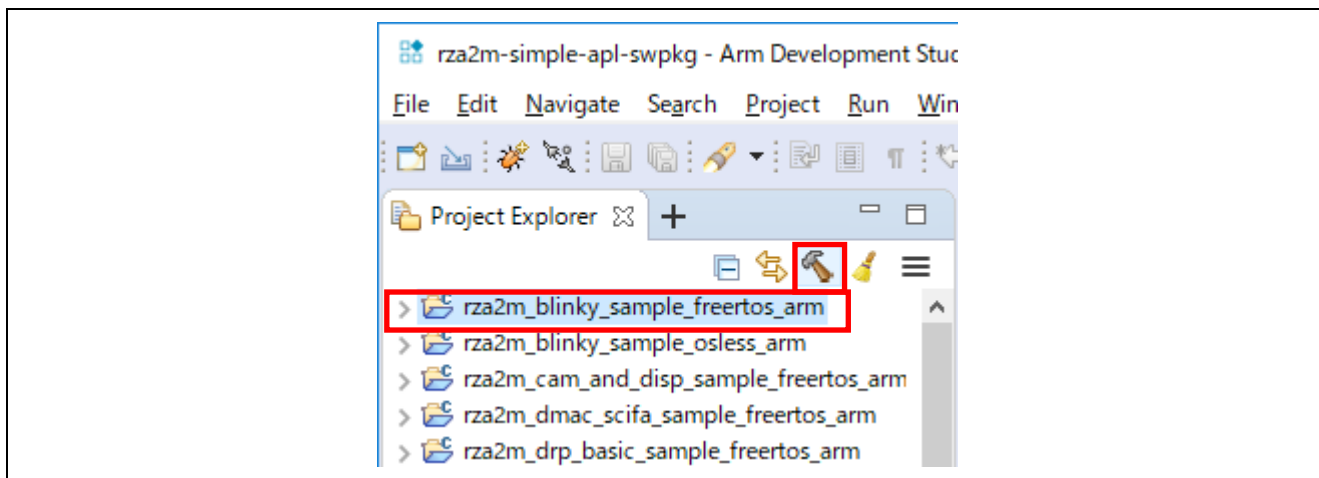

図 3-7 ターゲットプロジェクトのビルド
- ターゲットプロジェクトを選択しビルドボタン(トンカチアイコン)をクリックするとビルドが開始されます(図 3-7)。